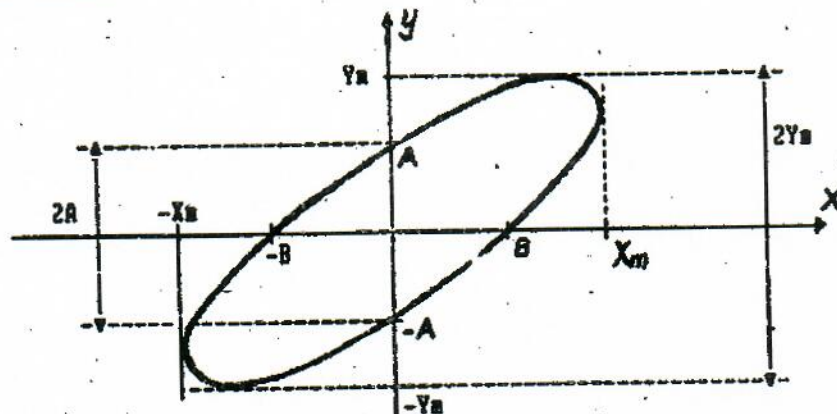

Рис.2. Измерение разности фаз двух синусоидальных сигналов методом эллипса
найдем точки пересечения эллипса с осью ординат (рис.2). Это и соответствует значению $X(t) = 0$. Подставив его в (10), получаем
Таким образом, для определения разности фаз необходимо измерить по осциллограмме (в делениях шкалы экрана осциллографа) величины A и Y_m , по их отношению, используя (12), определить $\sin(\varphi)$ и далее по таблице $\arcsin(\varphi)$ или с помощью калькулятора найти угол. Для удобства считывания с экрана осциллографа целесообразно определять удвоенные величины A и Y_m (см. рис.2), т.к. при этом меньше сказывается погрешность центровки эллипса на экране.